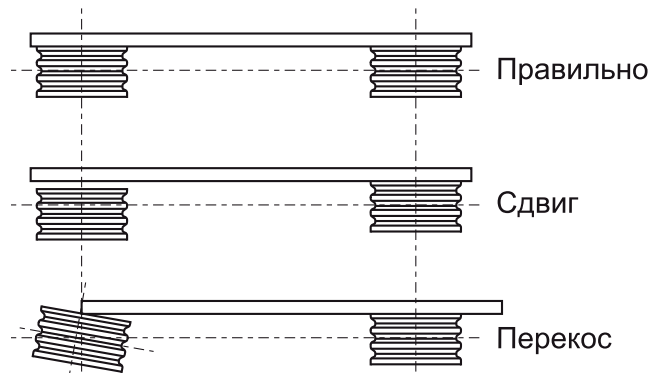

Рисунок 7.3 – Выверка валов.
7.5.1 Необходимым условием работы электродвигателя и вентилятора, соединенных клиноременной передачей, является соблюдение параллельности их валов, а также совпадения средних линий ручьев шкивов. Выверка ведется с помощью стальной линейки. Линейку прикладывают к торцам шкивов и подгоняют электродвигатель с таким расчетом, чтобы она касалась обоих шкивов в четырех точках (рисунок 7.3).